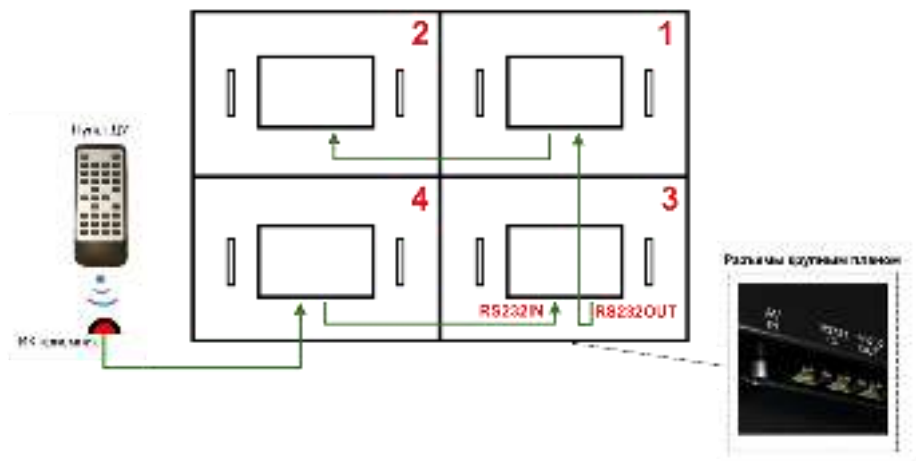

Рис. 4 Схема соединения ЖК - панелей в составе видеостены для единого управления с пульта ДУ (вид сзади)
3. Соедините ЖК – панели из комплекта VW2255W друг с другом по цепочке в определенном порядке с помощью комплектных патчкордов RJ-45 для того, чтобы реализовать единое управление видеостеной с комплектного пульта ДУ (рис. 4)